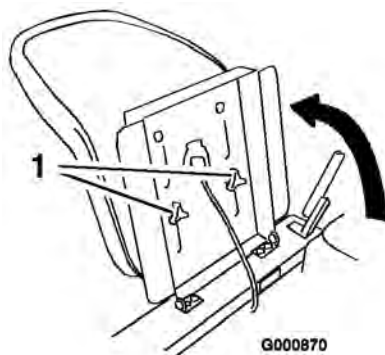

Bild 15
1. Heben Sie den Sitz an und lösen Sie die Einstellhandräder (Bild 15).